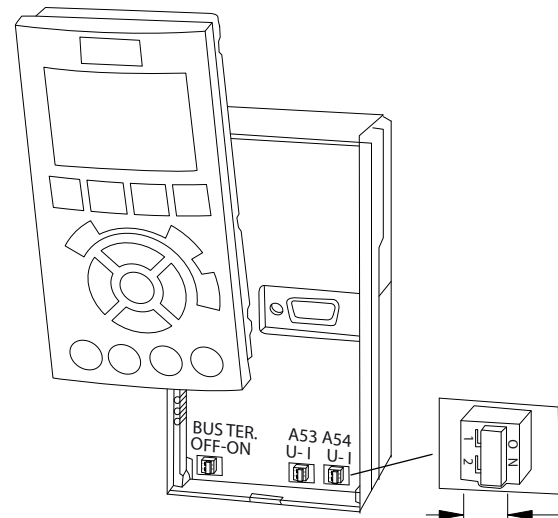

図 5.22 端子 53 と 54 スイッチの位置
- スイッチ（バス終端）が、バス終端抵抗のコントロール・カードに提供されています。図 5.22 を参照してください。